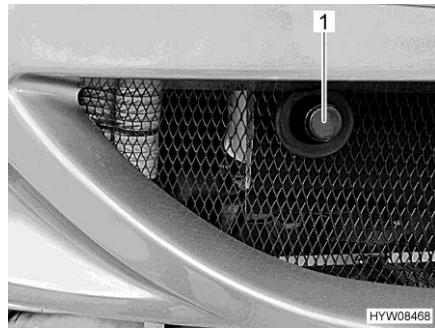

Fig. 34 Copertura (alloggiamento dell'occhione di traino)
- Rimuovere la copertura (Fig. 34,1).